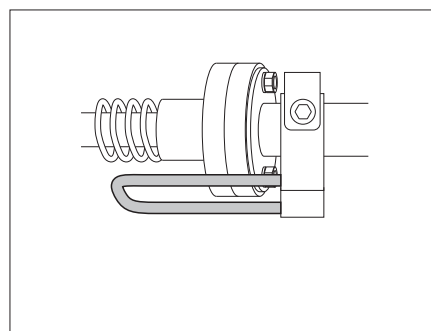

Fig. 153 Leva di sicurezza in posizione bloccata
- Prima di usare il letto, controllare che la leva di sicurezza si trovi in posizione bloccata (Fig. 153).
- Portare la leva di sicurezza in posizione bloccata (Fig. 153).